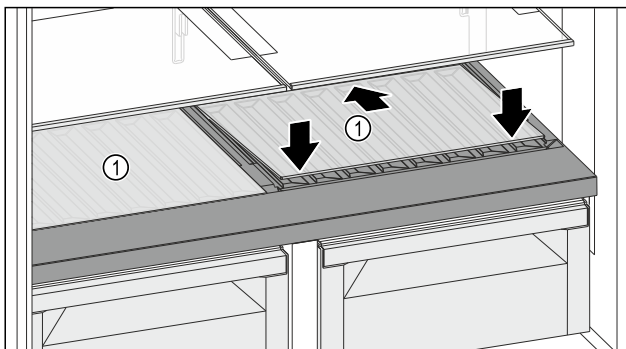

Fig. 130
- ▶ Glasplatte Fig. 130 (1) schräg und nach hinten unten geneigt ansetzen.
- ▶ Glasplatte Fig. 130 (1) vorne absenken.